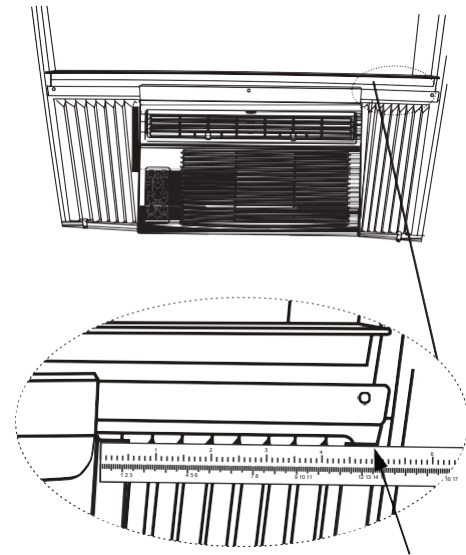

Figura 11
NOTA: Si la ventana de tormenta bloquea el aire acondicionado, consulte la Figura 11.
Paso 1 Después de instalar la unidad en la ventana, mida el ancho interno de la cortina lateral, como se muestra en la Figura 11.